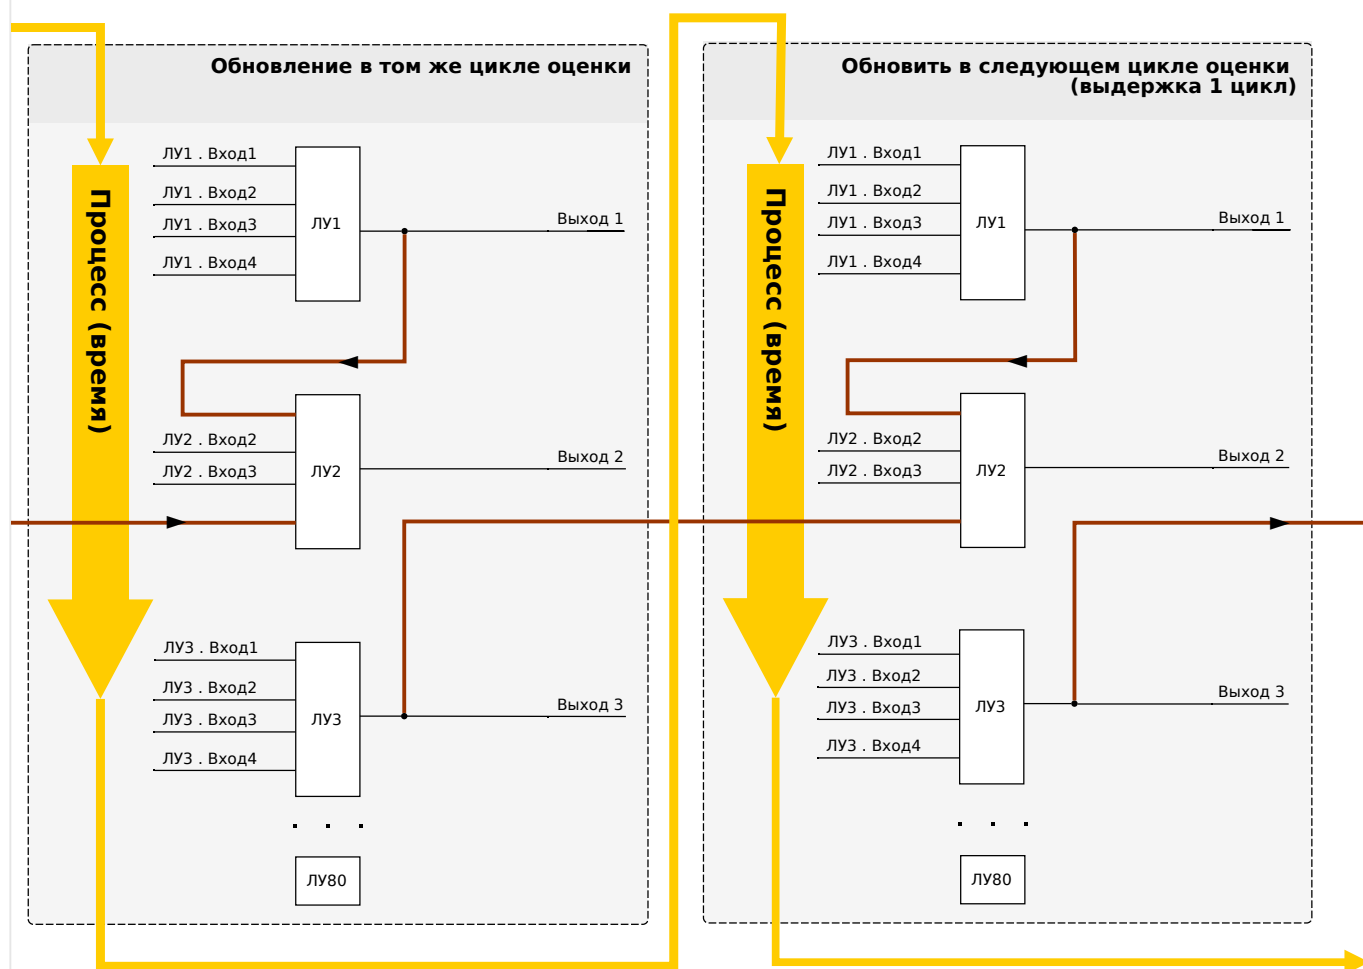

Рис. 78: Каскадирование в возрастающем порядке.
- **Нисходящая** последовательность означает, что некий выходной сигнал поступает на вход одного из логических уравнений с **меньшим** номером. На графике  **Рис. 78** приводится пример, когда результат логического уравнения ЛУ3 используется в качестве входного сигнала для логического уравнения ЛУ2.
И возрастающий, и убывающий порядки можно не только использовать, но и комбинировать, при этом разница будет заметна не сразу. Однако, как показано в разделах  **Рис. 77** и  **Рис. 78** ниже, благодаря определению состояний всех уравнений в возрастающем порядке фактические рабочие значения, поступающие на вход любого из них, будут иной степени зрелости.
В представленном выше примере  Рис. 78 для «логического уравнения 2» используются состояния выходов двух других уравнений — «логического уравнения 1» и «логического уравнения 3». Результат «логического уравнения 1» используется в возрастающем порядке и, следовательно, определен в ходе того же рабочего цикла. Результат «логического уравнения 3» используется в убывающем порядке и, следовательно, определен в ходе предыдущего рабочего цикла.